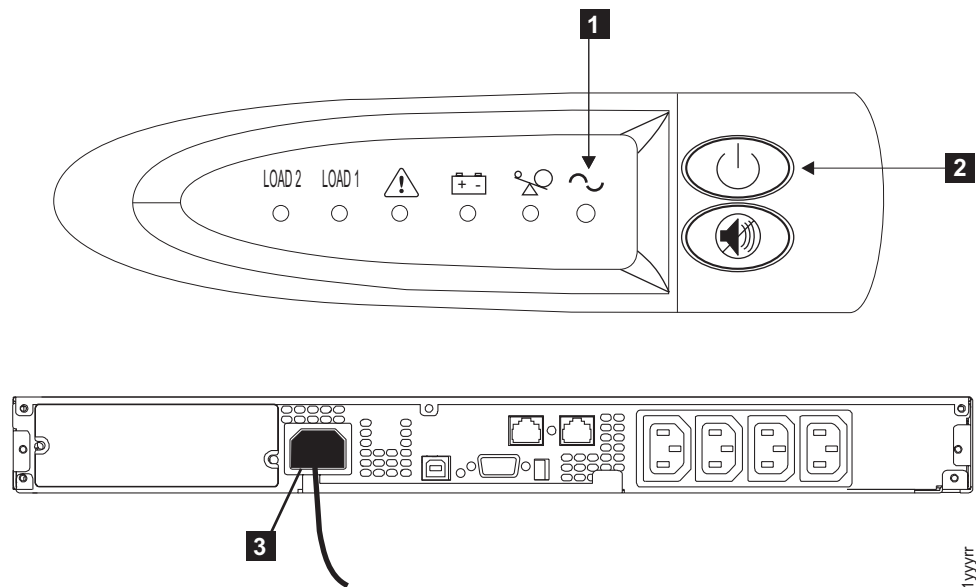

図 135. 2145 UPS-1U のフロント・パネルと背面パネル
2. 「オン/オフ」ボタン **2** を、電源ライト **1** が消えるまで (約 5 秒)、押し続けます。2145 UPS-1U は待機モードになり、すべてのインディケータがオフになります。2145 UPS-1U の正面図と背面図については、図 135 を参照してください。